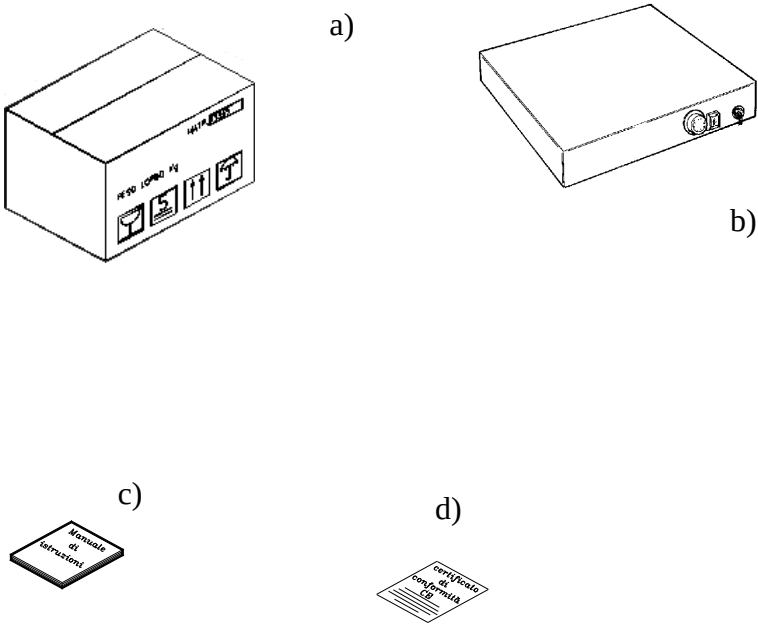

ABB. Nr. 3 - Beschreibung der Verpackung
3.1 - VERSAND DER MASCHINE (siehe ABB. Nr. 3)
Am Empfang , wenn es keinen äußeren Schaden geben, machen das Frachtstück auf und kontrollieren die Vollständigkeit des Inhalts (*siehe ABB. Nr.3*). Wenn an der Lieferung das Frachtstück Zeichen von Mißhandlung, Aufschlag, oder Fall zeigt, muß man das Schaden innerhalb drei Tage von dem auf den Dokumenten angegebenen Lieferungstermin dem Frachter zutragen und, womöglich, einen genauen Bericht über die von der Maschine erleidene Schaden verfassen. **Die Frachtstück nicht umstürzen!!** Bei der Beförderung machen sich sicher, daß das Frachtstück an der vier Ecken festgehalten wird (es muß immer gleichlaufend zu dem Boden sein).